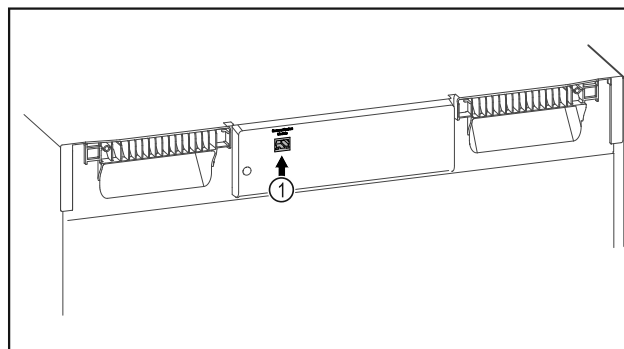

Fig. 103
- SmartModule Fig. 103 (1) ir ievietots.